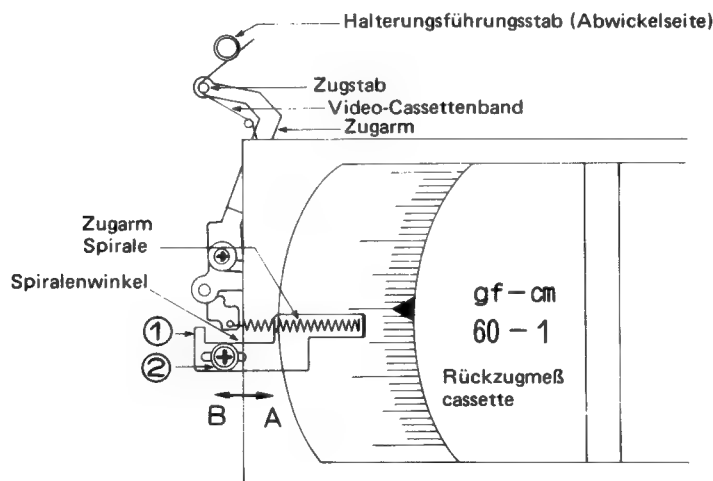

Abbildung 64
2. Die Rückzugmeßcassette gemäß der Abbildung 64 in das Gerät einsetzen.